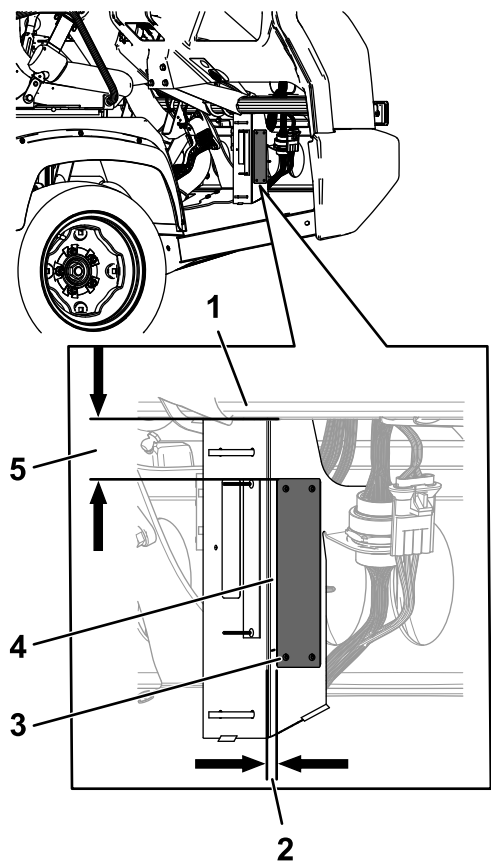

图 8
1. 用 4 个弹伸铆钉 (3 x 10mm) 将序列号牌安装到图 8 所示的位置。